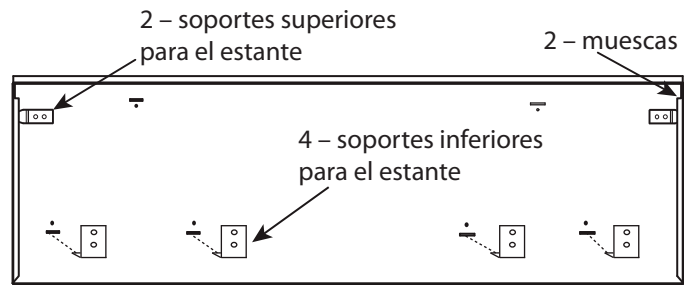

Figura 24: 48 Pulg Dorso de la placa mural
5. Instale la placa mural colocando las muescas de las esquinas (dorso de la placa mural) encima de los dos soportes superiores del estante. Deslice el accesorio del estante hacia arriba hasta que la parte inferior se enganche en los soportes inferiores (Figura 24).